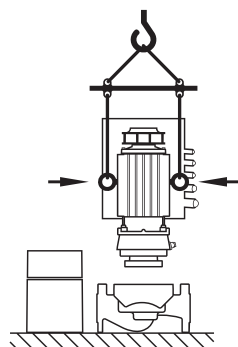

Fig. 9: Transport av motorn
- Vid behov, t.ex. vid reparationer, kan transportöglorna flyttas från motorflänsen till motorhuset (se t.ex. fig. 9). Innan transportöglorna monteras på motorhuset ska distansringarna skruvas ut ur öppningarna för transportöglorna (fig. 7, pos. 20b) (se kapitel 10.2.1 "Byte av mekanisk tätning" på sidan 46).
- Om transportöglorna har tagits bort från motorflänsen och monterats på motorhuset får de endast användas för att lyfta och transportera instickssatsen (fig. 9) och inte för att transportera hela pumpen eller för att lossa instickssatsen från pumphuset.